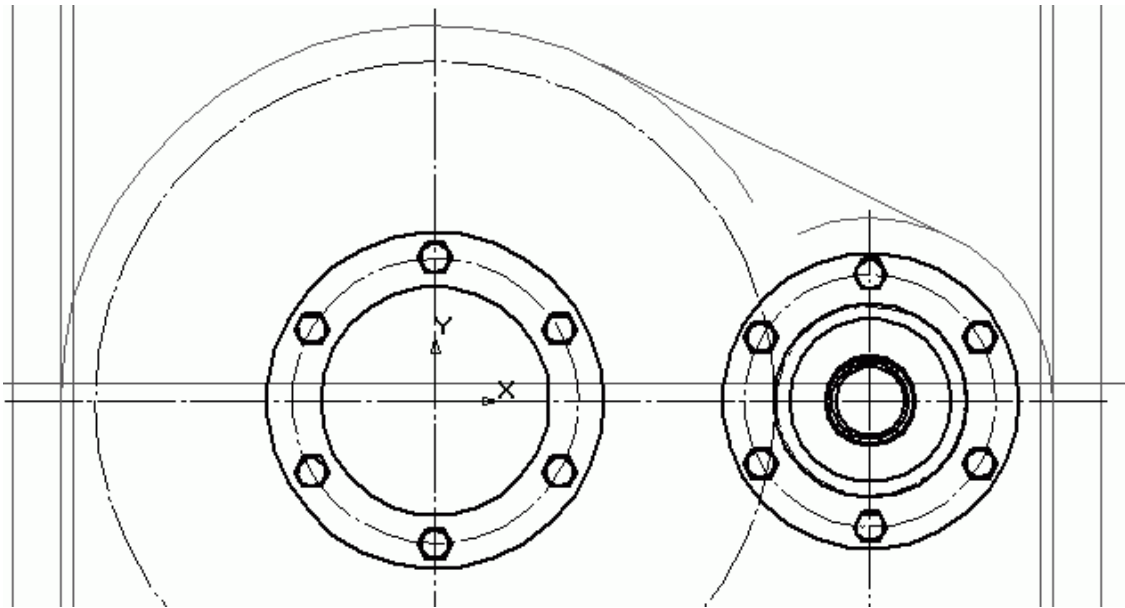

Рис. 2.109. Сетка вспомогательных линий для построения крышки редуктора
1. Нажмите кнопку Дуга на панели Геометрия, на панели свойств установите для нее стиль линии Вспомогательная. Создайте две дуги: первую с центром в начале координат (центр зубчатого колеса), вторую – в центре шестерни. Радиусы дуг задайте равными радиусам кривизны наружной поверхности стенки крышки над колесом и шестерней соответственно. Рассчитывать и вводить эти радиусы вручную нет необходимости. Просто при построении дуг растягивайте их радиус до точек пересечения горизонтальной оси редуктора с вспомогательной линией, обозначающей начало стенки крышки редуктора (это та линия, которую мы смещали на 7,5 мм от внутренней поверхности корпуса), со стороны колеса или со стороны шестерни. Далее нажмите кнопку Отрезок, касательный к 2 кривым на панели Геометрия и по очереди щелкните на обеих дугах (оставьте для них стиль линии Вспомогательная). Система построит отрезок, касательный к двум указанным дугам окружностей (рис. 2.109).